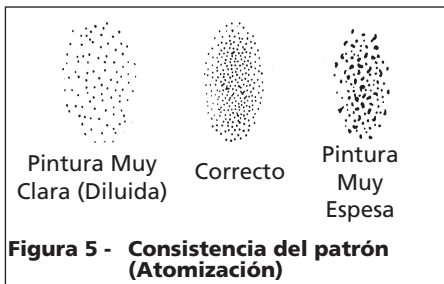

Figura 5 - Consistencia del patrón (Atomización)
- Oprima el gatillo rápidamente mientras gira la perilla de control en sentido contrario al de las agujas del reloj. Observe el patrón en la pieza de prueba y ajuste la perilla de control de fluido hasta que obtenga el patrón (atomización) deseado (Vea la Figura 5).